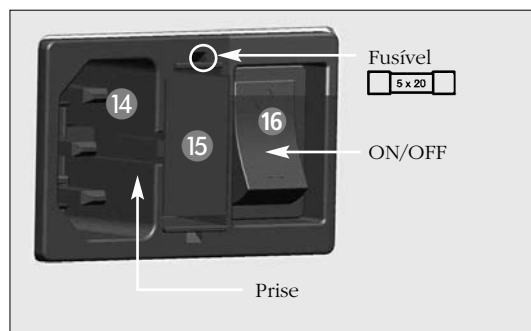

fig. 1
C. O aparelho é alimentado pela rede de alimentação gera (100/115/230 Vac). Ligar o cabo de alimentação na tomada **fig. 1**.